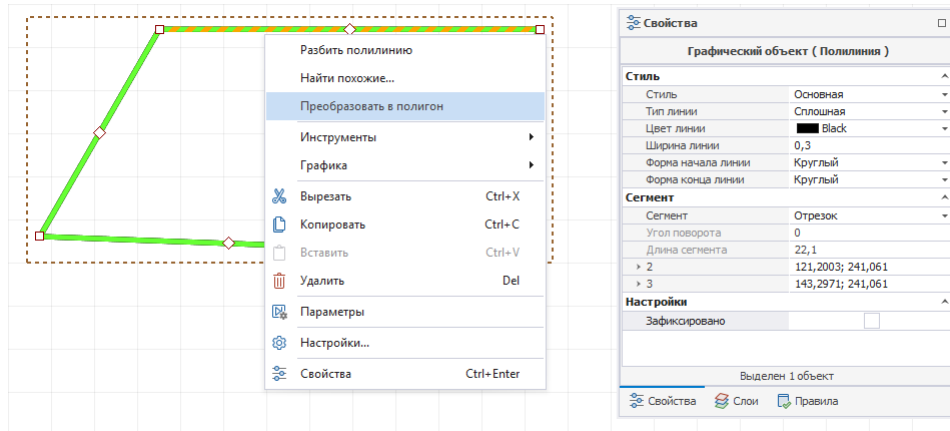

Рис. 301 Преобразование в полигон
2. Вызовите контекстное меню и выберите пункт «Преобразовать в полигон», Рис. 301.